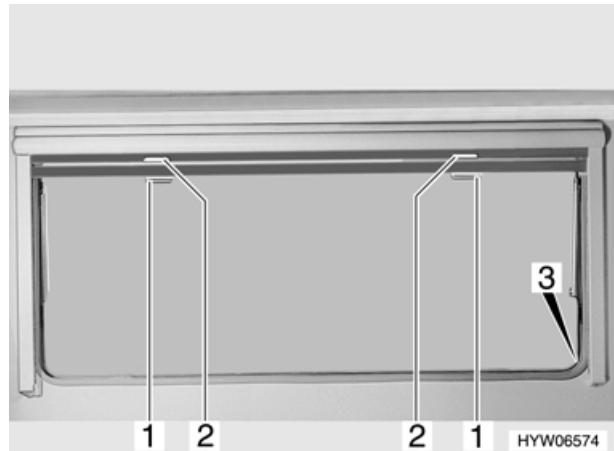

Bild 31 Ausstellfenster (Swing/Nova)
- Verdunklungsrollo am Griff (Bild 31,2) nach unten ziehen. Wenn das Verdunklungsrollo ganz geschlossen wird, das Verdunklungsrollo auf beiden Seiten des Fensterrahmens in die Arretierung (Bild 31,3) einhängen.
- Wenn das Verdunklungsrollo vollständig geschlossen ist: Den Griff (Bild 31,2) nach unten drücken und den Griff dabei leicht nach vorne kippen. Das Verdunklungsrollo aus den Arretierungen links und rechts am Fensterrahmen aushängen.
- Insektenschutzrollo am Griff (Bild 31,1) nach unten ziehen und auf beiden Seiten am Fensterrahmen in die Arretierung (Bild 31,3) einhängen.
- Griff (Bild 31,1) nach unten drücken und den Griff dabei leicht nach vorne kippen. Das Insekteneschutzrollo aus der Arretierung links und rechts am Fensterrahmen aushängen.